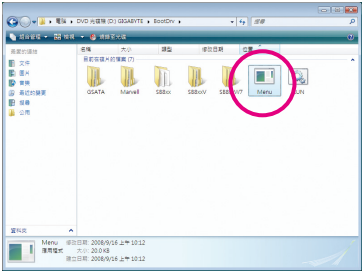
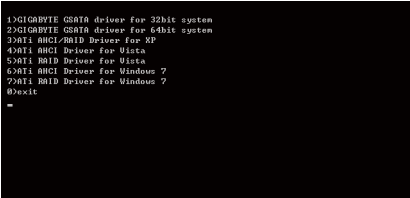

图 3
图4
- 2: 进入光盘中「BootDrv」文件夹，双击「Menu.exe」文件(图3)后会出现「命令提示字符」画面，内含如图4的控制器选单。
以图4的选单为例：